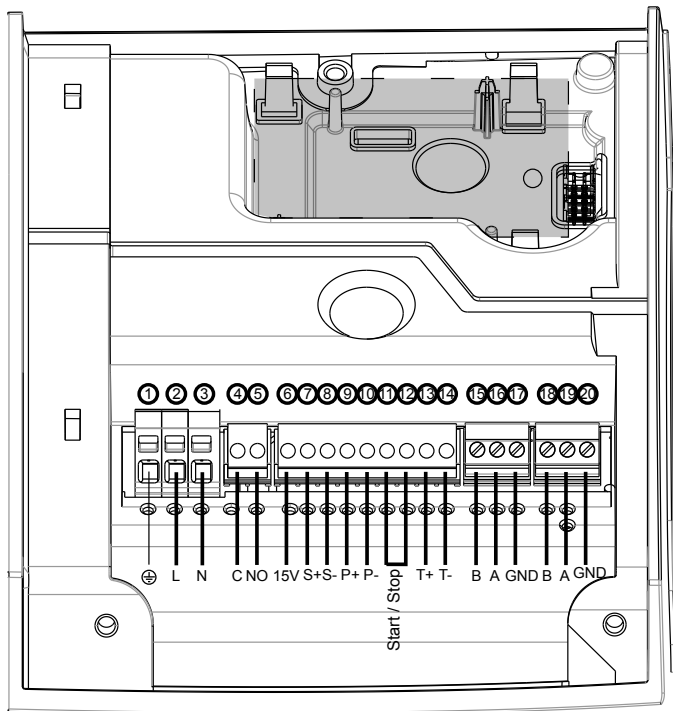

Figure 4 : Schéma de branchements
La pompe peut être démarrée ou arrêtée par un contact sec externe ou un relais qui est connecté aux borniers 11 et 12. La pompe est fournie par défaut avec les borniers 11 et 12 reliés. Vous reporter à la figure 4 de la page)' .
La pompe comporte une entrée analogique 0 à 10 volts aux borniers 7 et 8. Vous reporter aux figures du schéma des borniers pour modifier le point de consigne. Vous reporter à la figure 4 de la page 8.
Un relais de contact à sec est fourni aux borniers 4 et 5. Vous reporter au schéma de connexion, figure 4 à la page)' pour connaître l'emplacement. S'il y a une panne, le relais de contact se ferme pour afficher un voyant rouge et un code d'erreur sur l'afficheur de l'interface de l'utilisateur. Voir *Interface utilisateur* (page)'). La fermeture de relais de contact peut servir aussi à énerger l'affichage de panne à distance.
2. Connecter les fils aux bornes 9 et 10. Vous reporter à la figure 4 de la page 8.
5. Sélectionner le modèle de capteur qui correspond et confirmer le choix à l'aide du bouton des paramètres (3). Voir Interface utilisateur (page)').
7. Le point de consigne peut être modifié en utilisant les boutons de réglages (5). Voir Interface utilisateur (page)').
La pompe a un canal de communication RS-485 intégrés (bornes 15-16-17). Vous reporter à la figure 4 de la page)' .